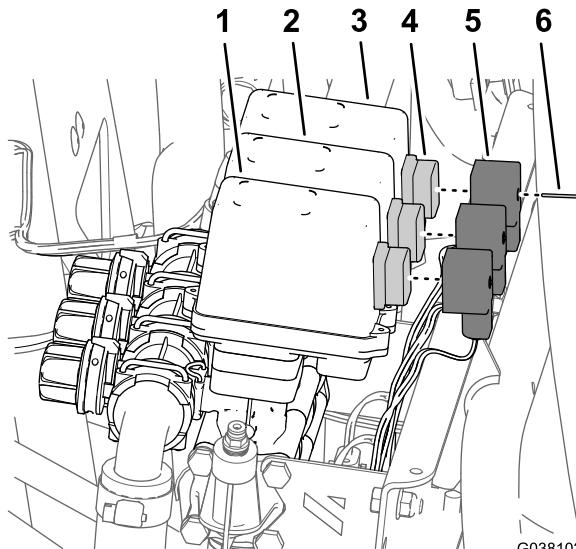

图6
1. 从右喷洒阀拧下固定带右喷洒阀标签的线束的3触点接头的螺丝图6。
- 2. 从喷洒阀卸下线束的3触点接头图6。